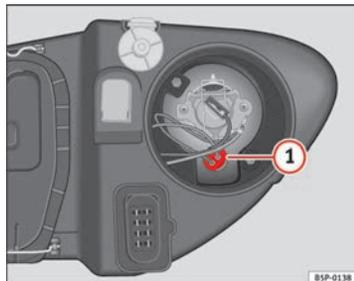

Fig. 192 Luz de presença
- Extrair o porta-lâmpadas ⇒ Fig. 192 **1** para fora.